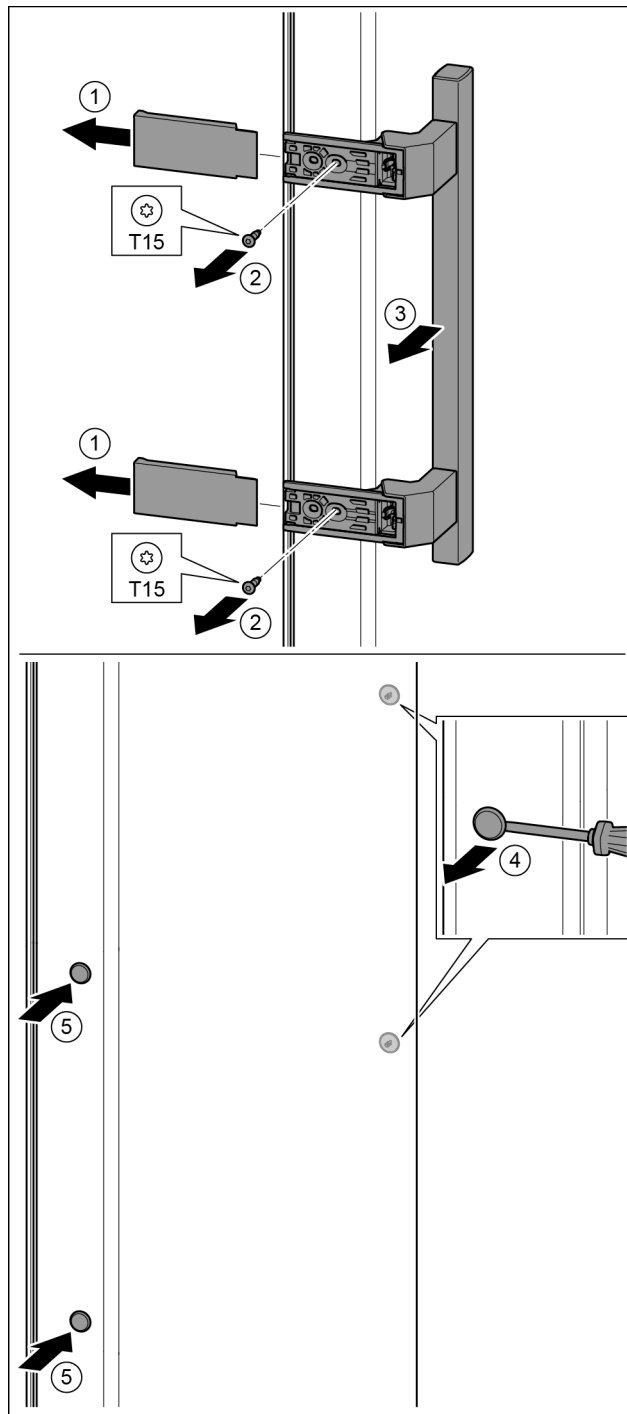

Fig. 15
- ▶ Stiahnite kryt. Fig. 15 (1)
- ▶ Skrutkovačom T15 vyskrutkujte skrutky. Fig. 15 (2)
- ▶ Odoberte držiadlo. Fig. 15 (3)
- ▶ Plochým skrutkovačom opatrne nadvihnite a vyberte bočnú zátku. Fig. 15 (4)
- ▶ Zátku opäť nasadíte na druhú stranu. Fig. 15 (5)